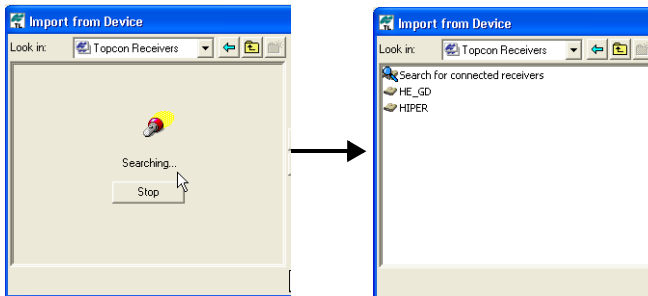

Figura 5-6. Búsqueda de Receptores Topcon
4. El programa busca automáticamente receptores de Topcon conectados a los puertos de la computadora (COM y USB). Al terminar, se mostrarán todos los receptores conectados a los puertos de la computadora (Figura 5-6).